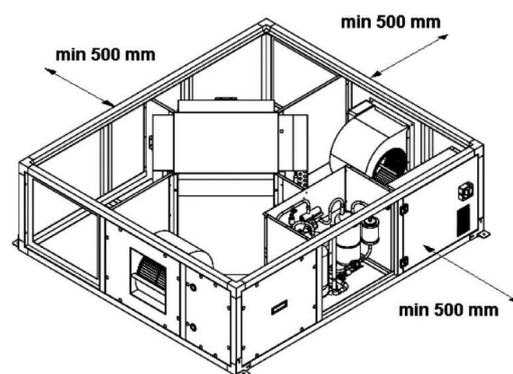

Fig. 2
- Prevedere uno spazio laterale libero ed accessibile pari a 500 mm min (fig. 2), compatibilmente con la configurazione di installazione scelta.
- *Place the unit so that the water condensate outflow can be easy Leave a gap space of min 500 mm (see fig. 2) between the unit side and the closest obstacles, according to the unit configuration.*